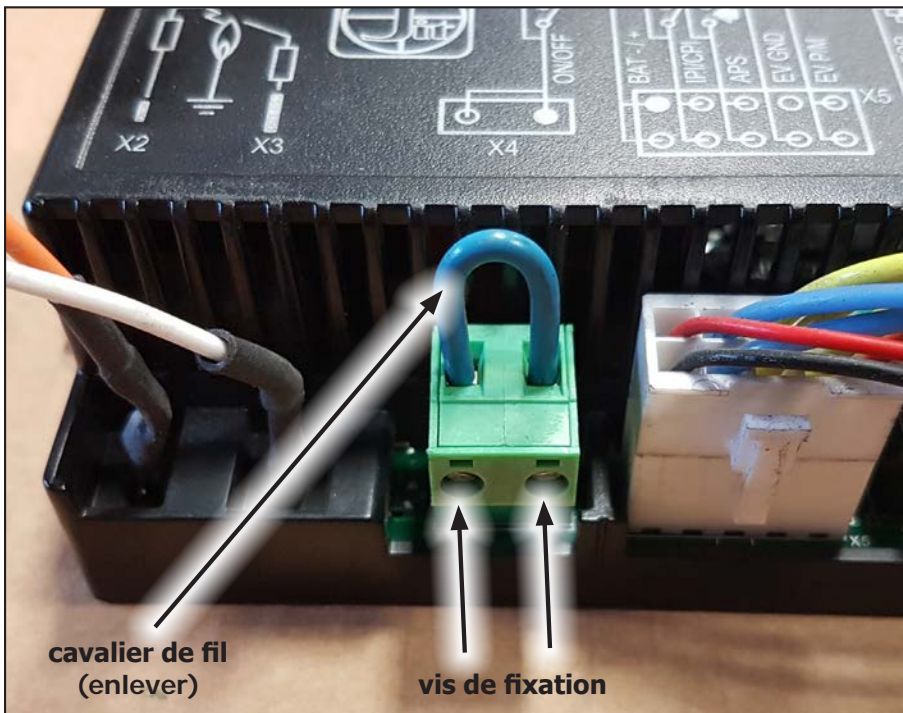

Figure 43: bornier marche / arrêt sur IFC
Étape 3: Retirez le bornier ON / OFF du port X4 du IFC (Figure 43).
2. Déconnectez les câbles de l'interrupteur de déversement du IFC (voir Figures 43 et 44).